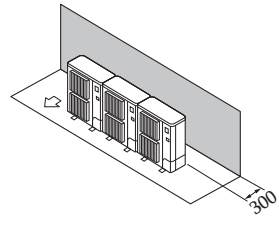

Fig. 2-9
- ① Շրջապատող իրեր՝ միայն հետևի մասում (Fig. 2-9)